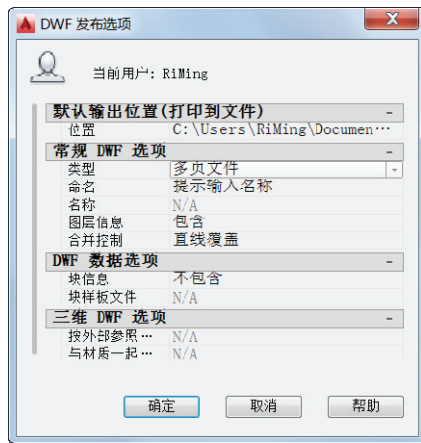

图 11-35 “DWF 发布选项”对话框
(4) 图样按钮列表：图样按钮列表提供以下 5 个图样按钮。
(5) 要发布的图样：包含要发布的图样的列表。在该区域中单击选定图样的页面设置列可更改该图样的设置，“状态”列用于将图样加载图样列表时显示图样状态。使用快捷菜单可以添加图样或对列表进行其他更改。
(6) “发布选项信息”选项组：在该选项组中显示了发布选项信息，如果单击“发布选项”按钮，则弹出图 11-35 所示的“DWF 发布选项”对话框，从中可以指定用于发布的选项，包括默认输出位置（打印到文件）、常规 DWF/PDF 选项（类型、命名、名称、图层信息、合并控制）和 DWF 数据选项。